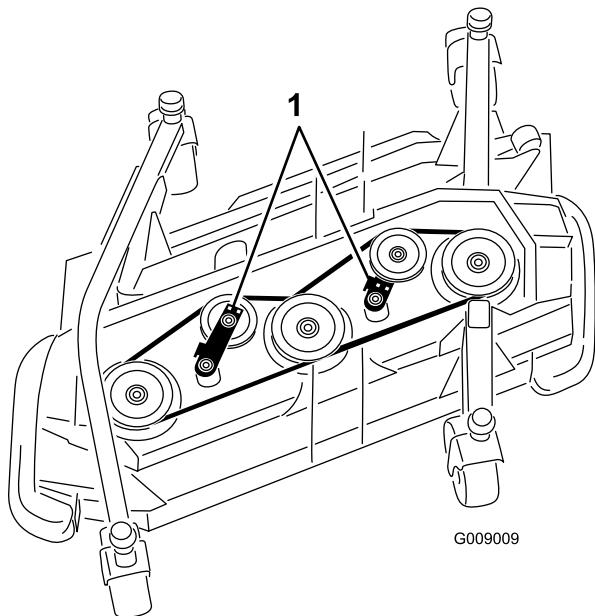

Figure 84
- À l'aide d'une clé à cliquet ou d'un outil similaire, éloignez les poulies de tension de la courroie d' entraînement pour détendre cette dernière et pouvoir la déchausser des poulies (Figure 84).